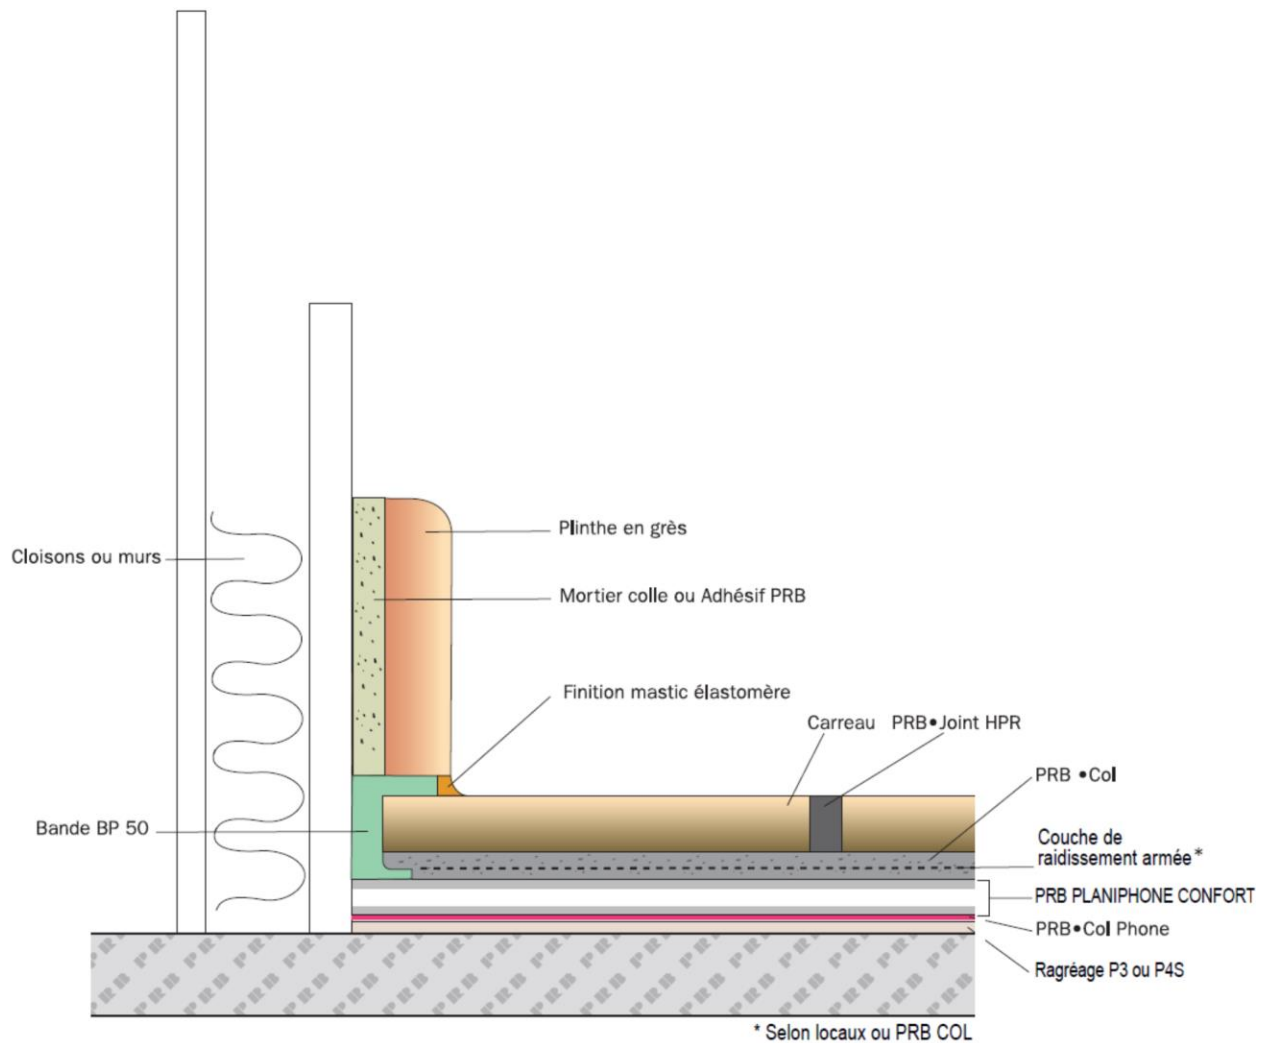

Figure 4 – Traitement périphérique en local sec
Cas d'une allège fixe (cf. figures 4 et 12)
2.4.4.1. Rives, poteaux, socles, huisseries (cf. figure 4)
2.4.5.1. Poteaux, socles, canalisations, huisseries (cf. figures 4,5 et 10)